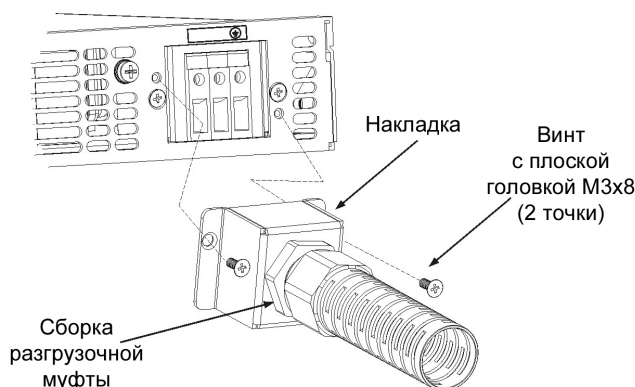

Рис.3-3: Входной разъем переменного тока и разгрузочная муфта, для моделей 1500 Вт
5. Разложите провода внутри футляра для предохранения их от сдавливания. Закрепите кожух на приборе, используя имеющиеся в комплекте винты с плоской головкой М3х8. За более подробной информацией обратитесь к Рис.3-3.